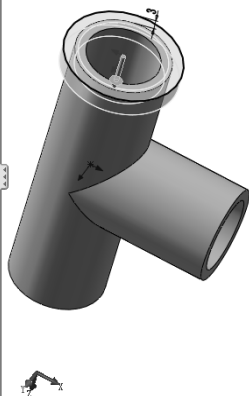

图 6-24 拉伸生成薄壁特征
(3) 拉伸生成薄壁特征。单击“特征”工具栏中的 (拉伸凸台/基体) 按钮,在弹出的“拉伸-薄壁”属性管理器中设定拉伸的终止条件为“给定深度”,拉伸深度为 5 mm,方向向下,勾选“薄壁特征”复选框,并设置薄壁厚度为 4 mm,薄壁的拉伸方向向内,如图 6-24 所示。单击 (确定) 按钮,生成薄壁拉伸特征。